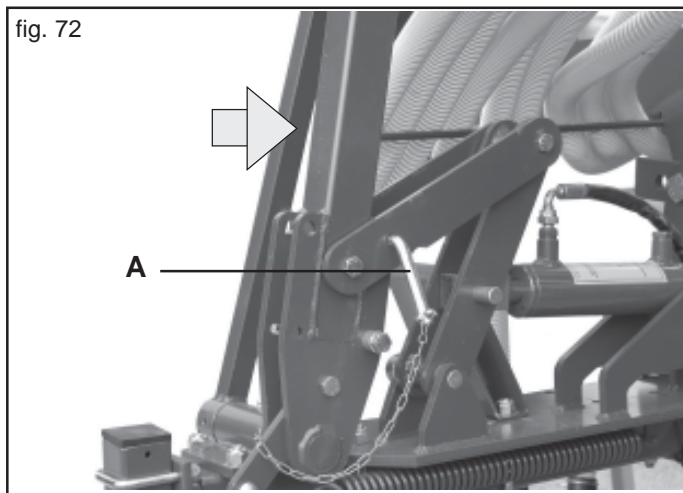
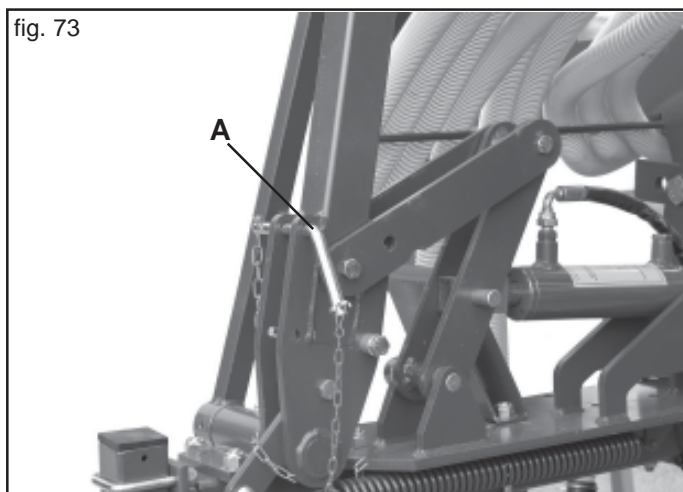

fig. 72
fig. 73
Before operating the hydraulic system of the row marker, apply light pressure with your hand on the row marker arm in the direction of the arrow (Fig. 72), unhook the safety devices on both the arms (A Fig. 72), and then position them as shown in Figure 73. For travel on the road, lock the row marker arms in a vertical position with the safety devices (A Fig. 72).
- Die Sicherheitsvorrichtungen (Abb. 72) lösen und die Spurreißerarme von Hand öffnen, bis sie auf dem Boden aufliegen.